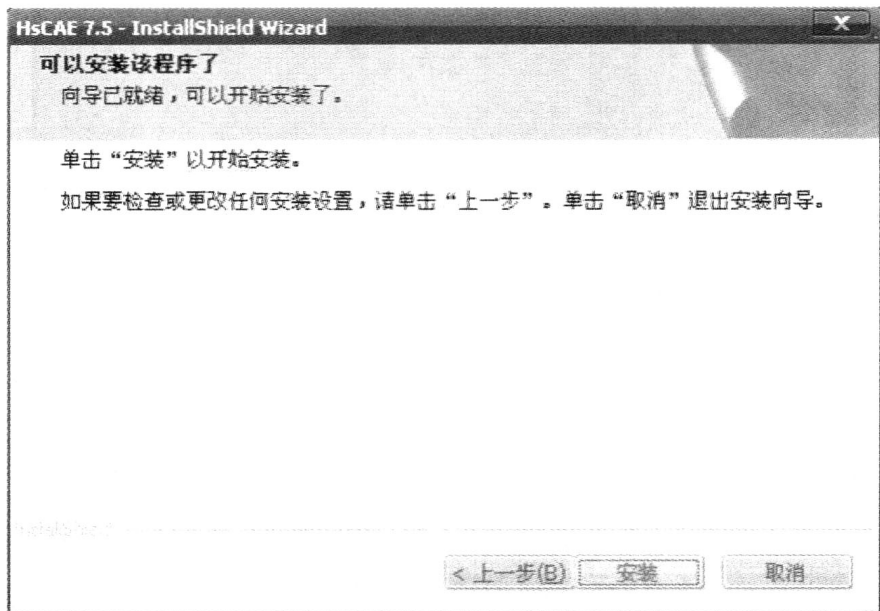
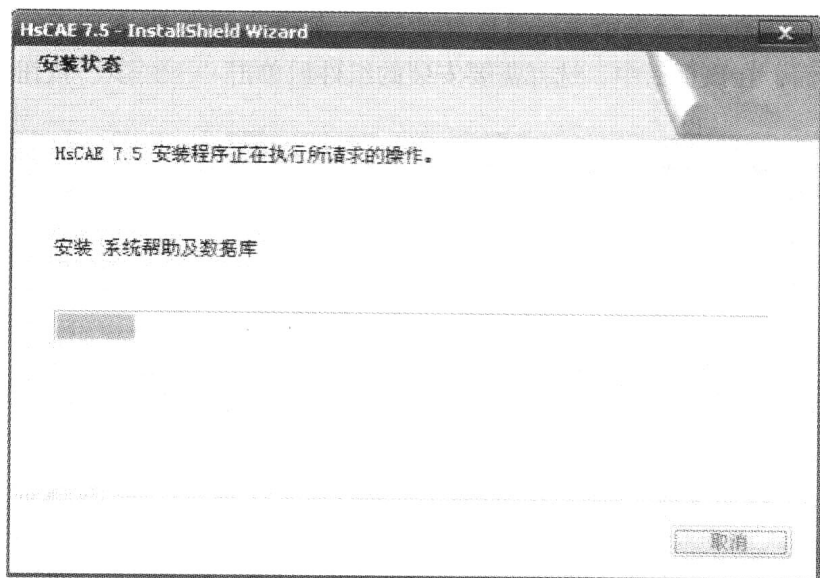

图 1-9 开始安装
图 1-10 安装进度
(9) 在出现图 1-9 所示的开始安装页面中，单击“安装”按钮，便进行华塑 CAE 系统的安装。在安装过程中，将会出现如图 1-10 所示的安装进度页面。